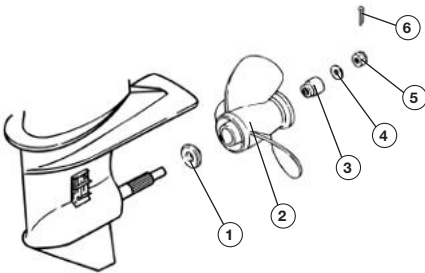

Рис. 51 Схема установки гребного
3. Открутите гайку 5 крепления винта и снимите шайбу 4 и втулку 3 (Рис. 51).
4. Сдвиньте и снимите гребной винт 2 с вала (Рис. 51).
5. Снимите с вала упорную шайбу 1 (Рис. 51).
2. Установите на вал упорную шайбу 1, гребной винт 2, втулку 3 и шайбу 4. Накрутите гайку 5 крепления гребного винта (Рис. 51).
4. Зафиксируйте гайку гребного винта с помощью шплинта 6 (Рис. 51), концы шплинта разогните.